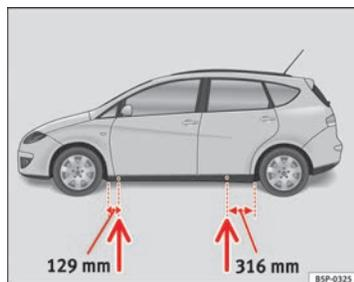

Fig. 179 Puntos de apoyo del gato
- Busque en el larguero inferior del vehículo el punto de apoyo mas cercano a la rueda pinchada ⇒ fig. 179.
En el larguero inferior van marcados los lugares en los que se puede apoyar el gato ⇒ fig. 179. Se ha previsto un lugar para cada rueda. El gato no debe colocarse en otros lugares.